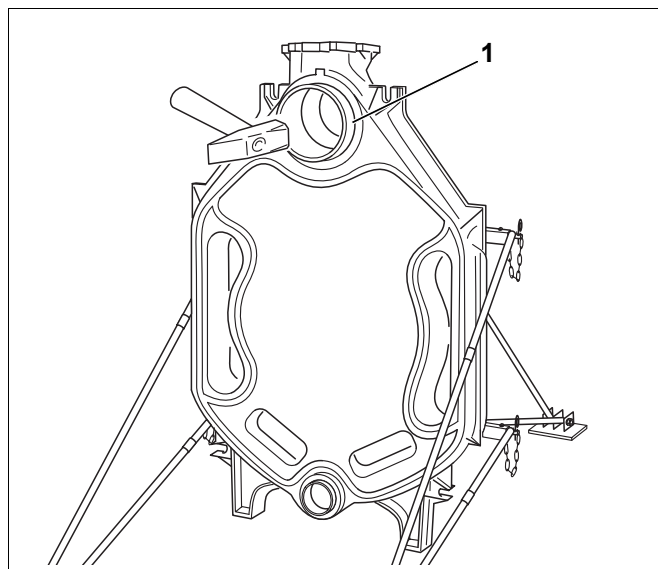

Fig. 14 Inserimento del nipple
- ▶ Inserire dritti i nipples nel mozzo superiore (gr. 4, 181/70) e in quello inferiore (gr. 1, 82/50) dell'elemento posteriore e batterli dentro con forti colpi incrociati di martello. Dopo essere stati battuti in posizione, il nipple superiore (fig. 14, [1]) dovrebbe sporgere di ca. 45 mm e quello inferiore di ca. 35 mm dal relativo mozzo.